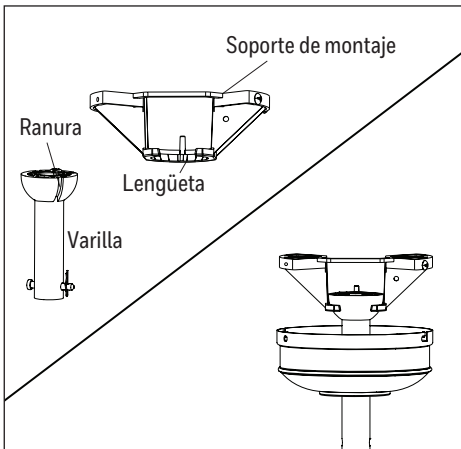

Figura 3.4
4. Instale el extremo de la bola de la varilla en la abertura del soporte de montaje (Figura 3.4). La varilla no debe girar si está instalada de manera correcta. **ADVERTENCIA:** no alinear la ranura de la varilla con la lengüeta del soporte de montaje podría causar que el ventilador tambalee o se caiga y provocar lesiones graves o la muerte.